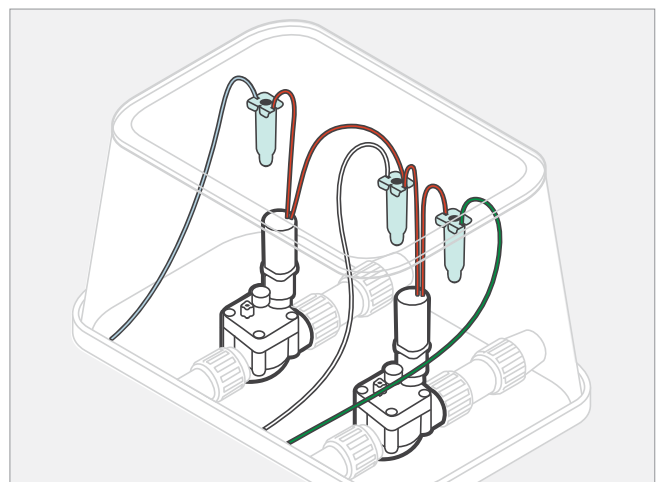

Abbildung 1
4. Stellen Sie die Anschlüsse von Kabeln und Ventilen mit wasserdichten Kabelverbindern her (*Abbildung 1*). Für jedes Ventil wird ein separater Anschlussdraht benötigt. Der zweite Anschlussdraht jedes Ventils wird über die gemeinsame Leitungssader mit dem Steuergerät verbunden.